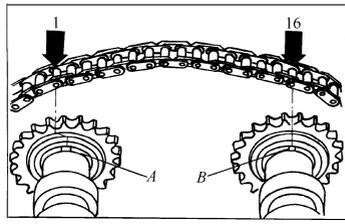

图 2-108 安装新传动链条位置
② 安装新传动链条时,凸轮轴上缺口 A 和 B 之间的距离应为 16 个传动链辊,如图 2-108 所示为链轮上第 1 和第 16 个链辊位置。缺口 A 相对于链辊 1 略向里安装。
② 轴承盖或颜色标记两箭头间距离为 16 个链辊(图 2-108)。
③ 排气凸轮轴上的缺口相对于链辊 1 稍向内安装。